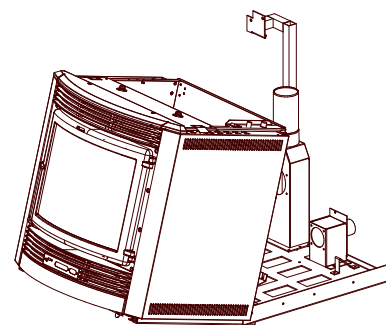

figura 6.6
Incliná-lo levemente para libertá-lo dos trilhos (figura 6.6).
- ❖ Incliná-lo levemente para libertá-lo dos trilhos (figura 6.6).